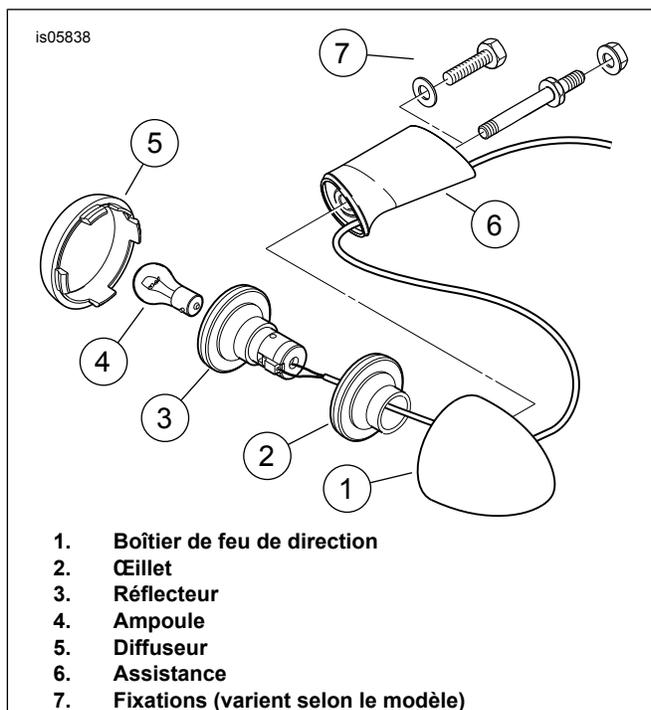

Figure 4. Feu de direction arrière (typique)
6. Voir Figure 4. Déposer le diffuseur (5) de l'un des boîtiers (1) de feu de direction arrière.
3. Continuer à tirer les fils de feu de direction par le trou (7) tout en guidant le réflecteur de feu de direction ( Figure 4, article 3) et l'ocillet (2) dans le boîtier de feu de direction.
4. Visser le boîtier (1) de feu de direction sur l'extrémité filetée de la barre de feu de direction en faisant attention de ne pas tordre les fils. Laisser le boîtier de feu de direction fixé à la barre sans serrer.
5. Installer l'ampoule (4) et le diffuseur (5). Si cela est souhaité, marquer la nouvelle extrémité du fil conducteur de feu de direction avec le mot « droit » ou « gauche » selon le cas. Le feu de direction droit a des fils noir (BK) et marron (BN). Le feu de direction gauche a des fils noir (BK) et violet (V).